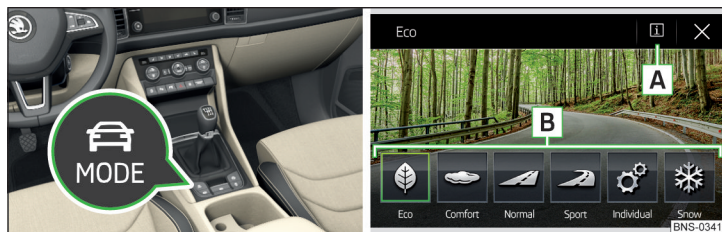

Fig. 308 Bouton pour le choix du mode de conduite / affichage dans l'infodivertissement
➤ Appuyer sur le bouton  » fig. 308.
Les touches de fonction suivantes s'affichent sur l'écran de l'infodivertissement » fig. 308.
▶ En appuyant la touche de fonction correspondante dans l'écran d'infodivertissement » fig. 308.